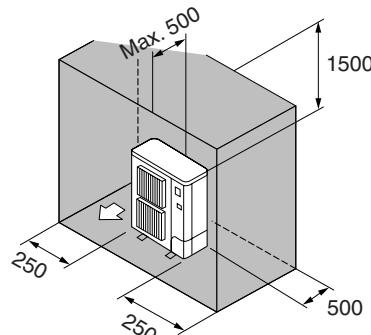

Fig. 2-7
⑥ Hindernisse nur auf der Rückseite, beiden Seiten und der Oberseite (Fig. 2-7)